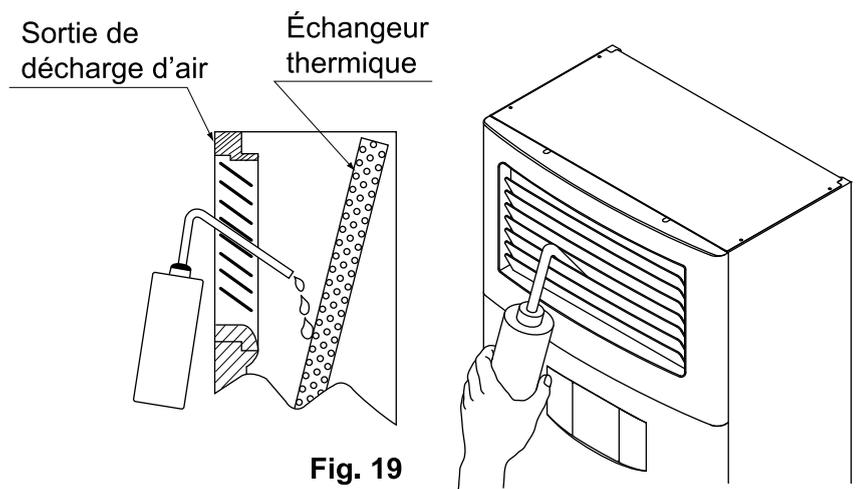

Fig. 19
- Versez soigneusement environ 1 litre d'eau dans la sortie d'air de façon à ce qu'elle tombe directement sur l'échangeur de chaleur à un angle qui ne provoque pas d'éclaboussures. (reportez-vous à la fig. 19).